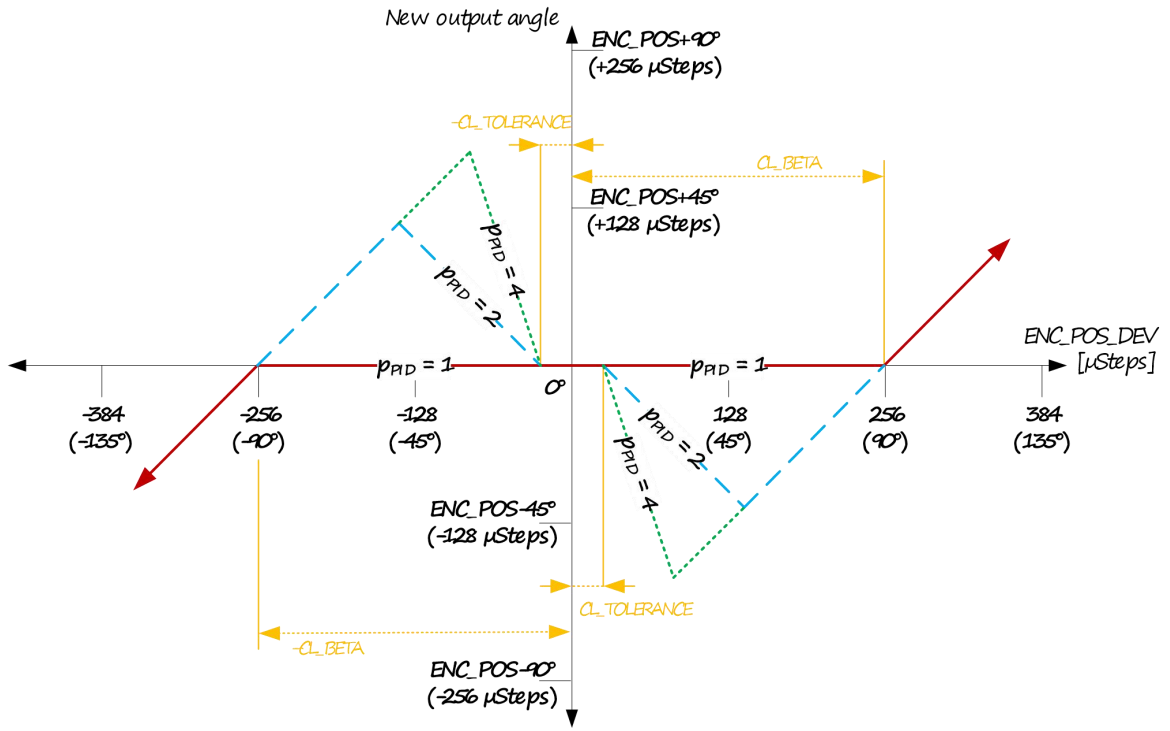

图 66: 用合适的 CL\_DELTA\_P 计算输出角
**CL\_DELTA\_P 0x5C**  $CL\_DELTA\_P$  是比例控制器，用于补偿内部和检测到的外部位置之间的位置偏差。另请参见第 117 页的图 66。